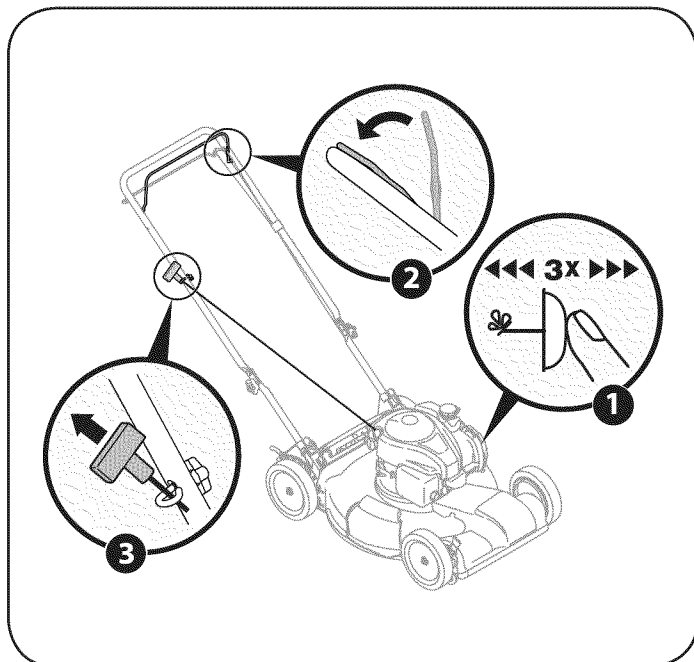

Figura 13
1. Empuje el cebador tres veces. Vea la Figura 13. No debe el motor caliente para reiniciarlo luego de una detención breve.
3. Sostenga firmemente las dos manijas juntas, tome la manija del arrancador de retroceso y tire de la cuerda para sacarla con un movimiento rápido y continuo. Vea la Figura 13. Mantenga firme la manija del arrancador, deje que la cuerda regrese lentamente al arrancador. Repita hasta que el motor esté en marcha. Deje que la cuerda se enrosque lentamente de regreso.